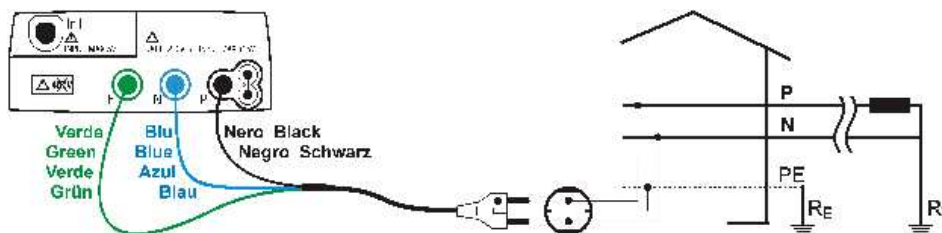
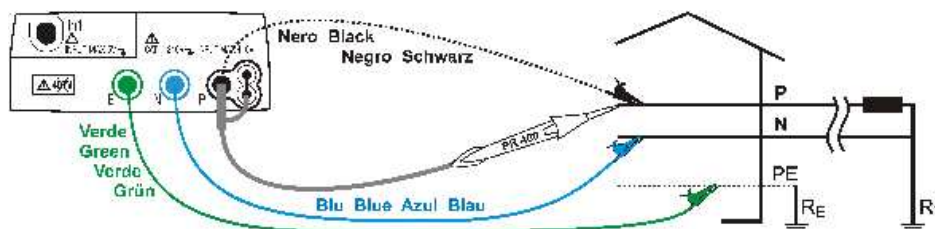
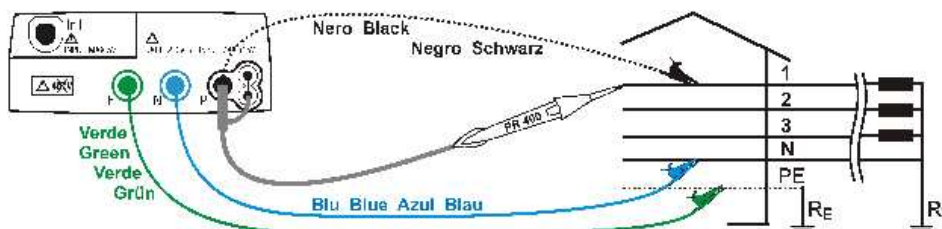
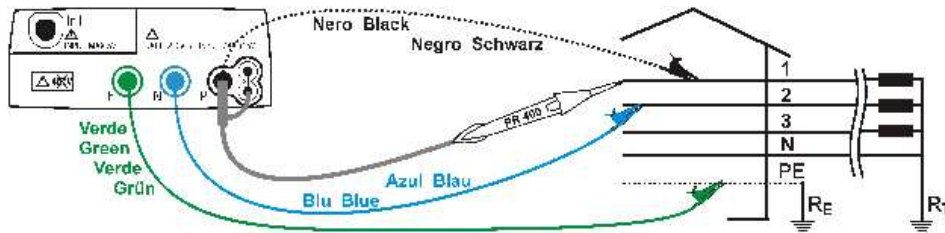

Abb. 15: Geräteanschluss zur einphasigen Messung der 230 V P-N Netzimpedanz oder P-PE Schleifen-Impedanz mittels 3 Leiter Schukokabel
Abb. 16: Geräteanschluss zur einphasigen Messung der 230 V P-N Netzimpedanz oder P-PE Schleifen-Impedanz mittels Einzelkabeln und Tastkopf
Abb. 17: Geräteanschluss zur 400 V + N + PE dreiphasigen Messung der P-N Netzimpedanz und P-PE Schleifen-Impedanz mittels Einzelkabeln und Tastkopf
Abb. 18: Geräteanschluss zum 400V + N + PE dreiphasigen Messung der P-P Netzimpedanz mittels Einzelkabeln und Tastkopf
5. Führen Sie den grünen, blauen und schwarzen Steckverbinder des dreipoligen Schukokabels in die entsprechenden Eingangsbuchsen E, N und P des Messgerätes ein. Alternativ dazu können Sie Einzelkabel verwenden und die entsprechenden Krokodilklemmen an die freien Kabelenden anklammern. Sie können auch den Tastkopf benutzen, indem Sie dessen mehrpoligen Steckverbinder in die Eingangsbuchse P einführen. Verbinden Sie den Schukostecker, die Krokodilklemmen oder den Tastkopf mit dem elektrischen Stromnetz entsprechend Abb. 15, Abb. 16, Abb. 17, Abb. 18 und Abb. 19.